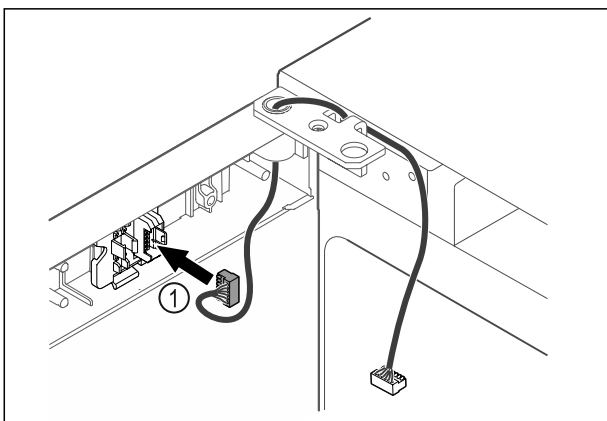

Fig. 44
- Τοποθετήστε το φιν Fig. 44 (1) στο στήριγμα του φιν.